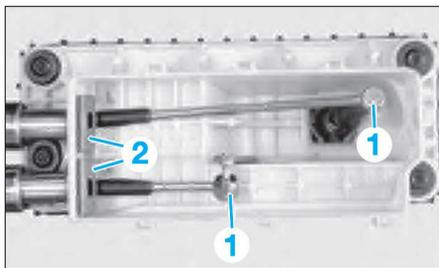

FIG. 15
- Décrocher les câbles (1) (Fig.15) à l'aide d'une pince appropriée.